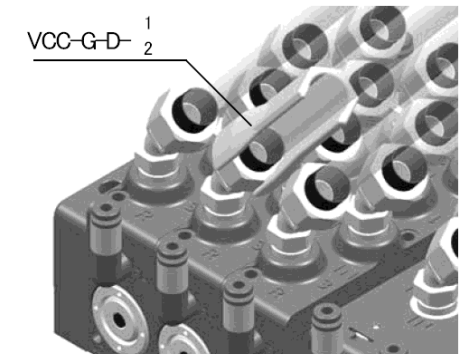

Abb. 15
- Beim Anschließen der Leitungen an die Verbindung, die Überwurfmutter mit der Hand festziehen, dann 1.5 bis 2 Umdrehungen mithilfe des Werkzeugs VCC-G-D-1 oder -2 festziehen. Siehe Abb. 15